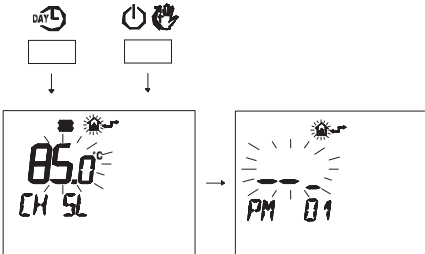

Figura 5.38
- Pulse simultáneamente los botones y para entrar en la modalidad de programación transparente (Figura 5.38).